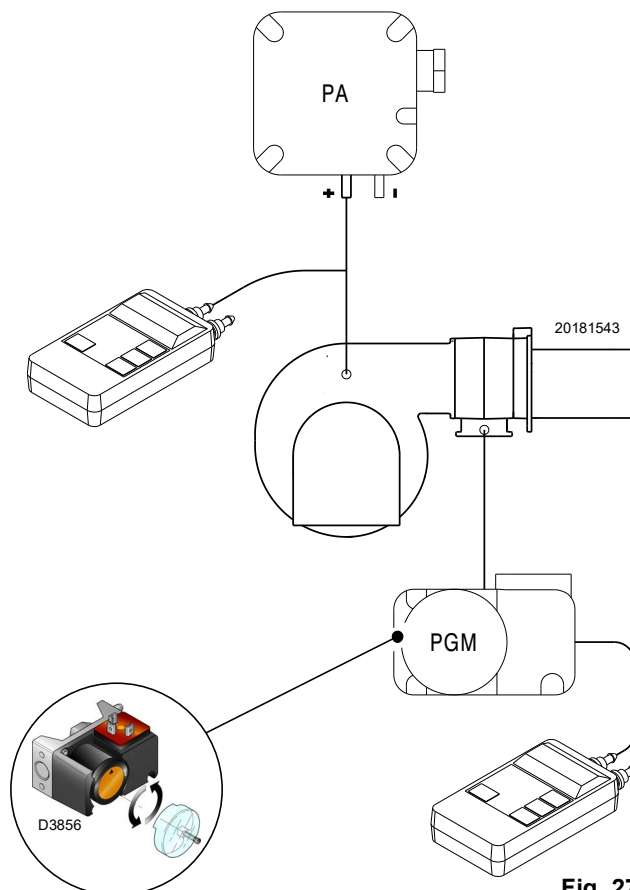

Fig. 27
- Régler le pressostat gaz seuil maximum (Fig. 27 à la p. 26) en fin d'échelle.
Effectuer le réglage du pressostat gaz seuil maximum (Fig. 27) après avoir effectué tous les autres réglages du brûleur avec le pressostat gaz seuil maximum réglé en fin d'échelle.